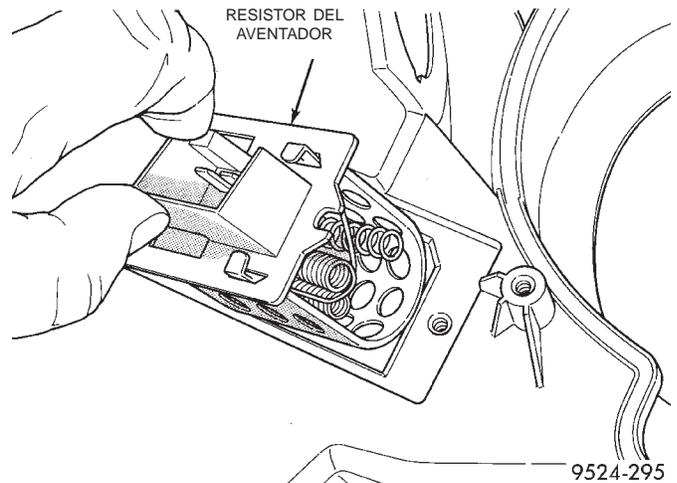

Fig. 86 Resistor del motor del aventador
(16) Retire el resistor del motor del aventador (Fig. 86).